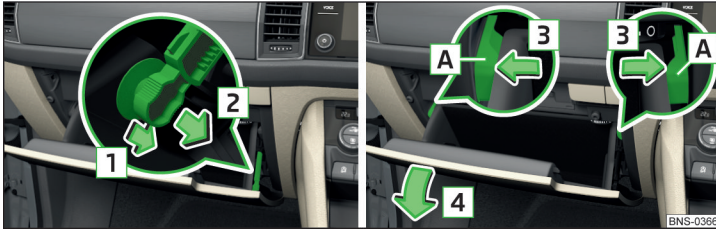

Abb. 366 Ablagefach auf der Beifahrerseite
- › Die Bremsstange in Pfeilrichtung **1** entriegeln und in Pfeilrichtung **2** lösen » Abb. 366.